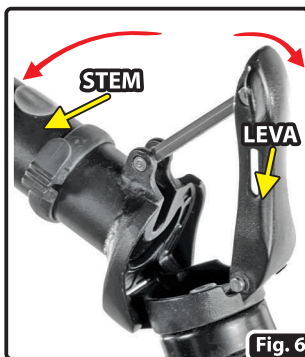

Fig. 6
- Plegar el **stem** hacia el lado derecho de la bicicleta de manera que el **manillar** quede junto a la rueda delantera (Fig. 6 y 7).